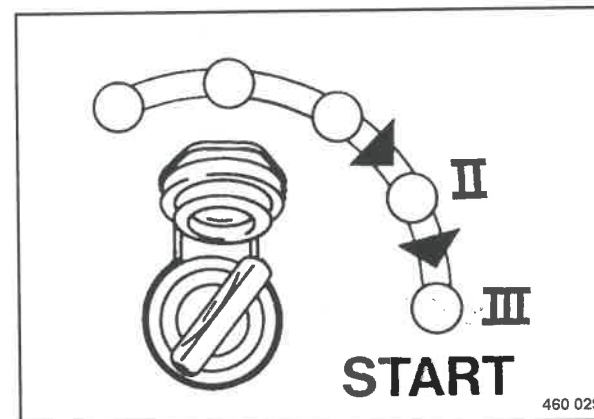

Fig. 47
- Girare la chiave di accensione (Fig. 47) attraverso la posizione "II" nella posizione "III", il motorino di avviamento fa girare il motore.